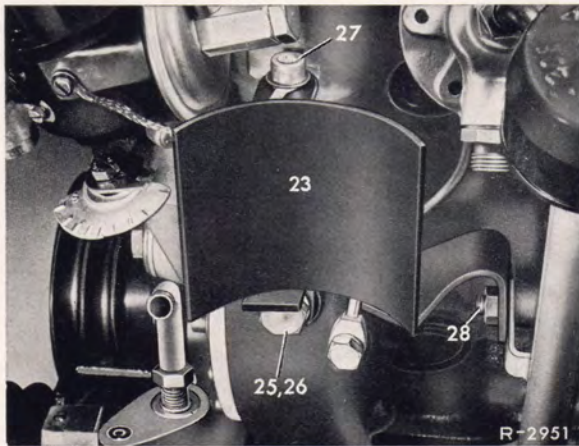

Bild 46-6/4
17. Riemenscheibe (38) auf die Antriebswelle der Hochdruck-Ölpumpe mit der Sechskantmutter (39) mit Federring (40) montieren.
19. Schmalkeilriemen (44) auf die Riemenscheibe (38) und (41) auflegen und mit der Spannschraube (36) so weit spannen, bis man den Riemen noch ca. 10 mm eindrücken kann. Dann Sechskantmutter (37) an der Spannschraube festziehen.
21. Träger für den Vorratsbehälter (23) am Zylinderkurbelgehäuse befestigen. Dazu Zylinderschraube M 8x30 im Zylinderkopf, Sicherungsschraube für Kettentrieb im Zylinderkurbelgehäuse und Sechskantschraube im Zylinderkurbelgehäuse zur Befestigung der Einspritzpumpe heraus-schrauben und durch die Teile Pos. 25 bis 28 ersetzen (Bild 46-6/4).
22. Vorratsbehälter (20) in den Träger einsetzen und mit der Spannschelle (24) am Träger befestigen (Bild 46-6/6).